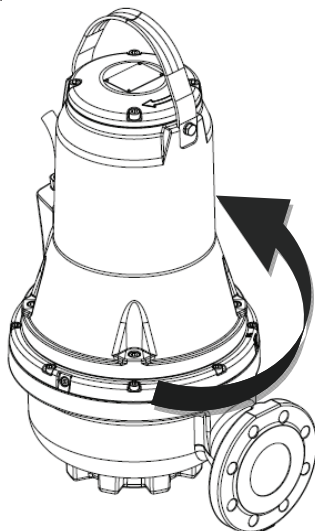

Fig. 10 Direcția smuciturii
2. Porniți și opriți pompa observând mișcarea (smucitura) acesteia. Dacă este conectată corect, pompa se va roti în sensul acelor de ceasornic, respectiv se va smuci în sens opus acelor de ceasornic. Vezi fig. 10. Dacă sensul de rotație este greșit, schimbați între ele oricare două faze ale cablului de alimentare.